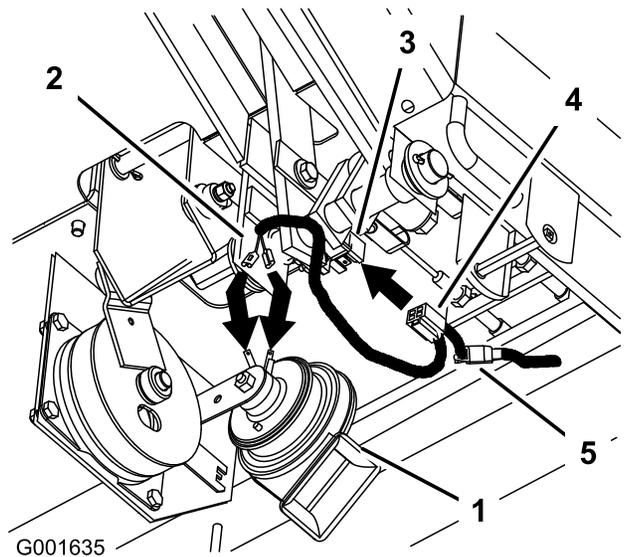

図 19
1. フロアボードの下で、クイックコネクト端子 (2つ) をホーンに接続する (図 19)。
2. ブレーキスイッチのコネクタを新しいブレーキスイッチに接続する (図 19)。
3. 新しいハーネスを、古いブレーキスイッチのコネクタに接続する (図 19)。